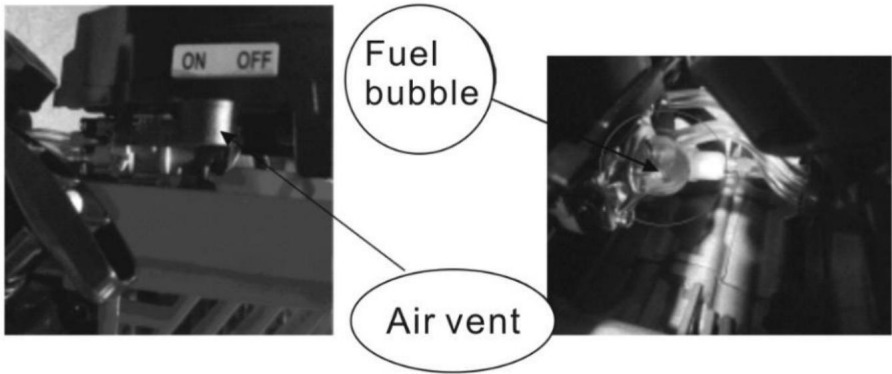

Fig 3
1. Antes de arrancar la nueva máquina por primera vez, presione nuevamente el combustible transparente. burbuja (Ver Fig.3) para llenar completamente el carburador con combustible.